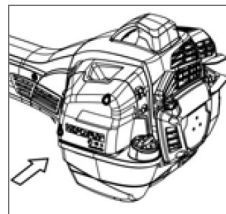

Рис. 12
2.3.4 Система гашения вибрации (Рис. 12).